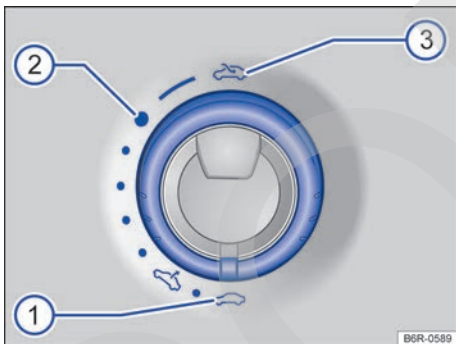
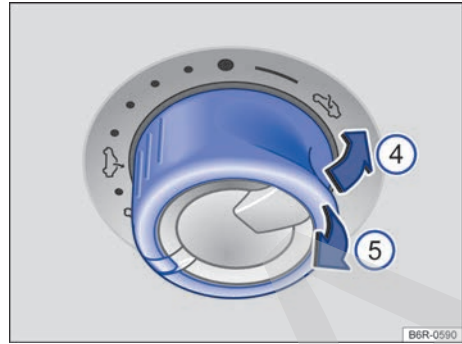

Fig. 64 En el revestimiento interior del techo: girar el mando para abrir y cerrar el techo.
Fig. 65 En el revestimiento interior del techo: pulsar el mando para ajustar la posición deflectora del techo y tirar de él para cerrar el techo.
Para ajustar la posición deflectora del techo de cristal, el mando giratorio tiene que encontrarse en la posición básica → fig. 64 ①.
- **Abrir horizontalmente por completo:** Gire el mando a la posición ③ y manténgalo en esta posición hasta que el techo de cristal alcance la posición deseada.
- **Posición de confort:** Gire el mando a la posición ②.
- **Ajustar una posición intermedia:** Gire el mando a una posición entre la ② y la ①.
- **Cerrar por completo:** Gire el mando a la posición ①.
- **Ajustar la posición deflectora hasta el tope:** Presione brevemente la parte trasera del mando → fig. 65 ④.
- **Detener la función automática:** Vuelva a presionar brevemente la parte trasera del mando ④ o vuelva a tirar brevemente de ella ⑤.
- **Cerrar por completo:** Tire brevemente de la parte trasera del mando ⑤.
- Tire del mando → fig. 65  hasta que el techo de cristal se haya cerrado completamente.